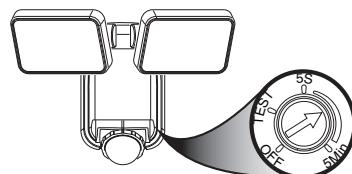

Figure 9
**IMPORTANT :** Tournez le commutateur de commande sur le côté du capteur en position OFF et laissez la pile se charger pendant 3 à 7 journées de plein soleil avant de faire les essais (voir la Figure 9).
1. Placez le commutateur de commande en position « ESSAI » (TEST) (voir la Figure 9).